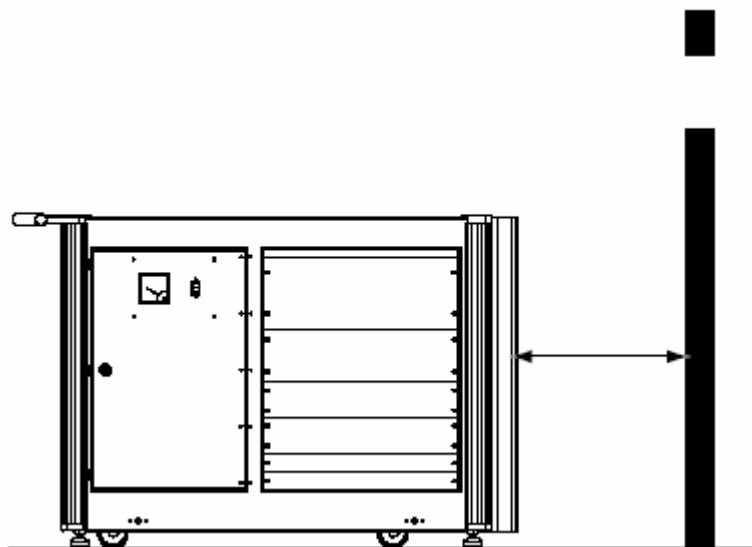

图 7-1 数字放映机基座的定位
1. 将数字放映机底座移动或滚动（如果安装了脚轮（C）选件）至放映棚的安装位置，数字放映机前面（手柄对面）面对放映窗口的墙壁。（图 7-1）